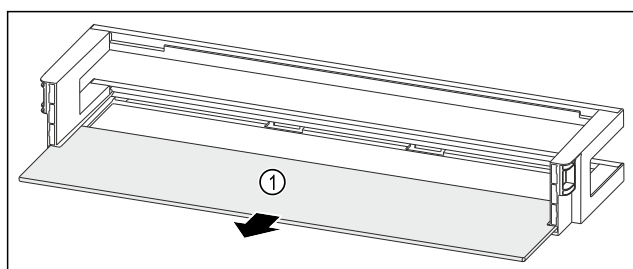

Fig. 87 Dørhylle med oppstillingsplass
- ▶ Fjern oppstillingsplassen Fig. 87 (1).